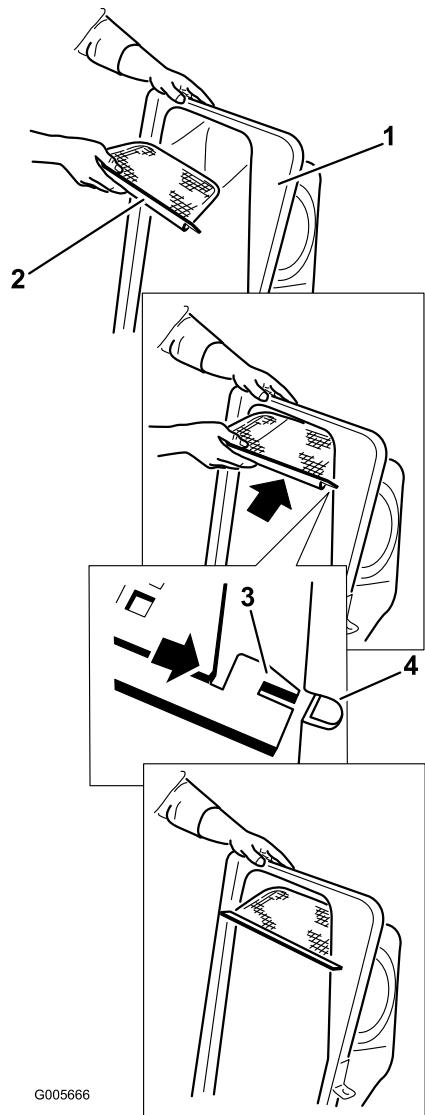

Bild 20
- Setzen Sie das Gitter so ein, wie in Bild 20 abgebildet, dass es sich nach unten zu den Grasfangkörben neigt.